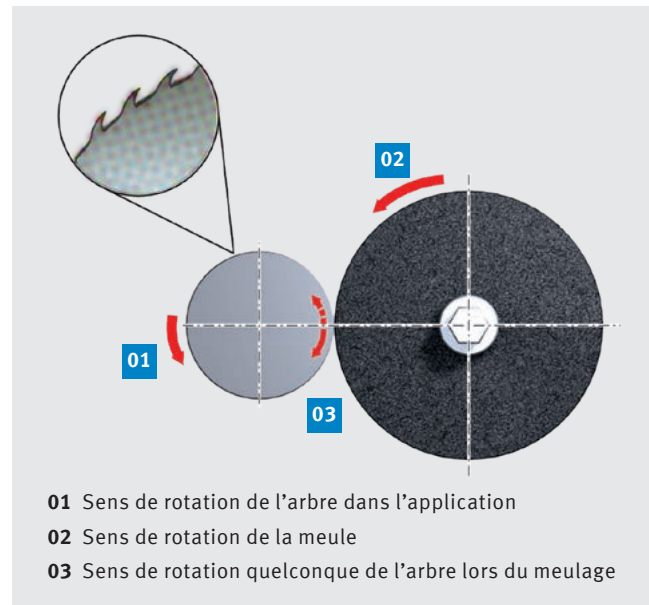

Fig. 44 : Meulage d'un arbre en fonte
- La fonte nodulaire (GGG) possède une structure superficielle ouverte et doit de ce fait être meulée sur  $R_z$  2 ou plus élevé. La Figure 44 montre le sens de rotation des arbres en fonte dans l'application. Celui-ci doit correspondre au sens de rotation de la meule car l'usure est plus importante dans le sens inverse.